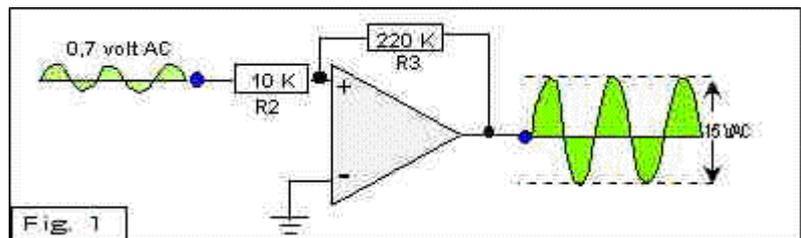

Figura 2
- La linea è occupata ed alimentata in una direzione, così da generare ai capi dei diodi una tensione di + 0,7 volt che viene applicata all'ingresso invertente di IC1A. L'uscita risulterà negativa pertanto si accenderà solo il led DL3 per l'inversione operata da IC1C. (vedi figura 2)